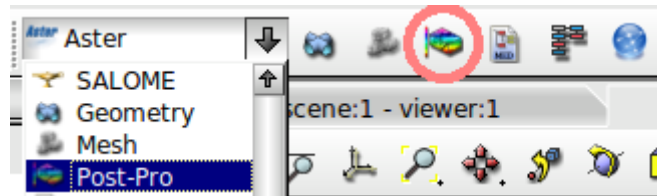

図 26 Post-Pro
①Aster→Post-Pro を選択するか、図 26 の赤丸で示す部分を選択して[Post-Pro]モードに変更する。